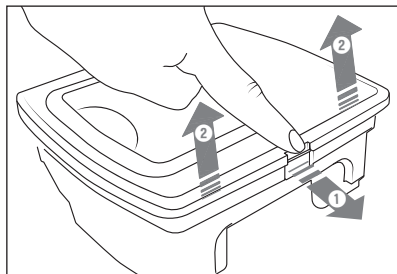

Fig. 7
- 2) Deschideți elementul de blocare de la capacul recipientului de praf **12** și deschideți-l (a se vedea fig. 7).